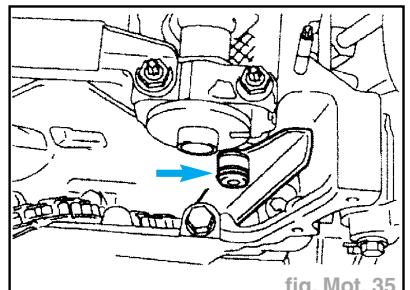

fig. Mot. 35
- Déposer la vis supérieure du guide de chaîne de distribution (fig. Mot. 35).
- Serrer la vis supérieure du guide de chaîne de distribution à **1,2 daN.m** (fig. Mot. 35).